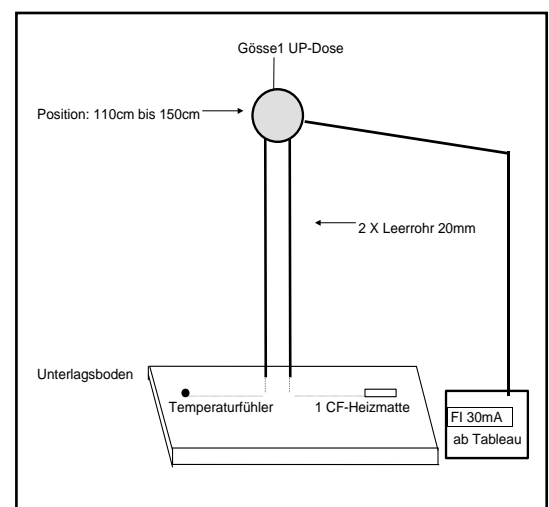

Abb. 2
- ✓ Installieren Sie zuerst die Unterputzdose, das Leerrohr sowie das mitgelieferte Fühlerrohr (gemäss Abb. 2).